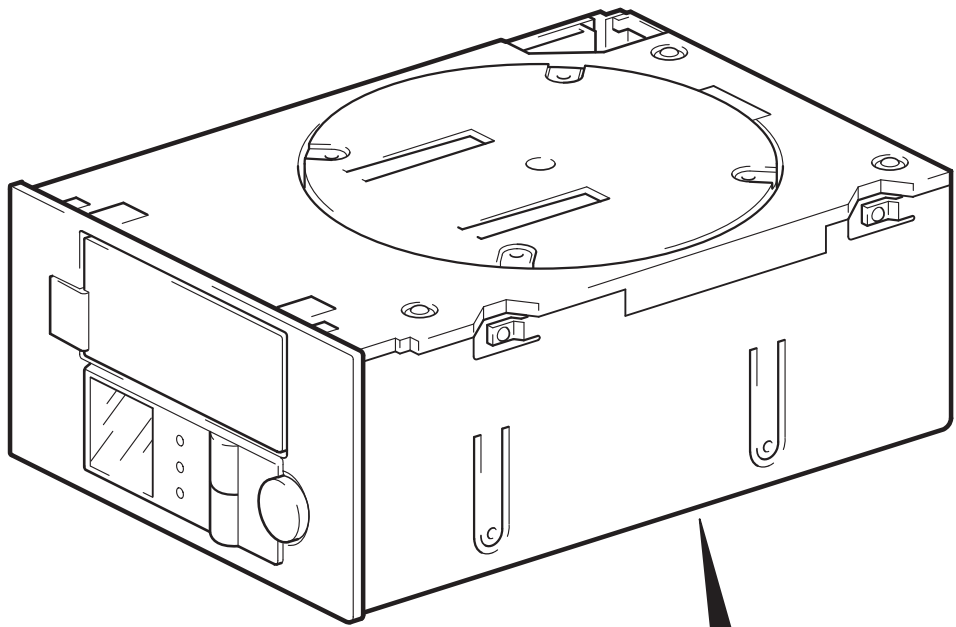

Figura 5: verifica degli switch di configurazione UNIX
- 2 Se la configurazione UNIX lo richiede, modificare le impostazioni predefinite degli switch di configurazione situati nella parte inferiore del caricatore come illustrato nella figura 5.